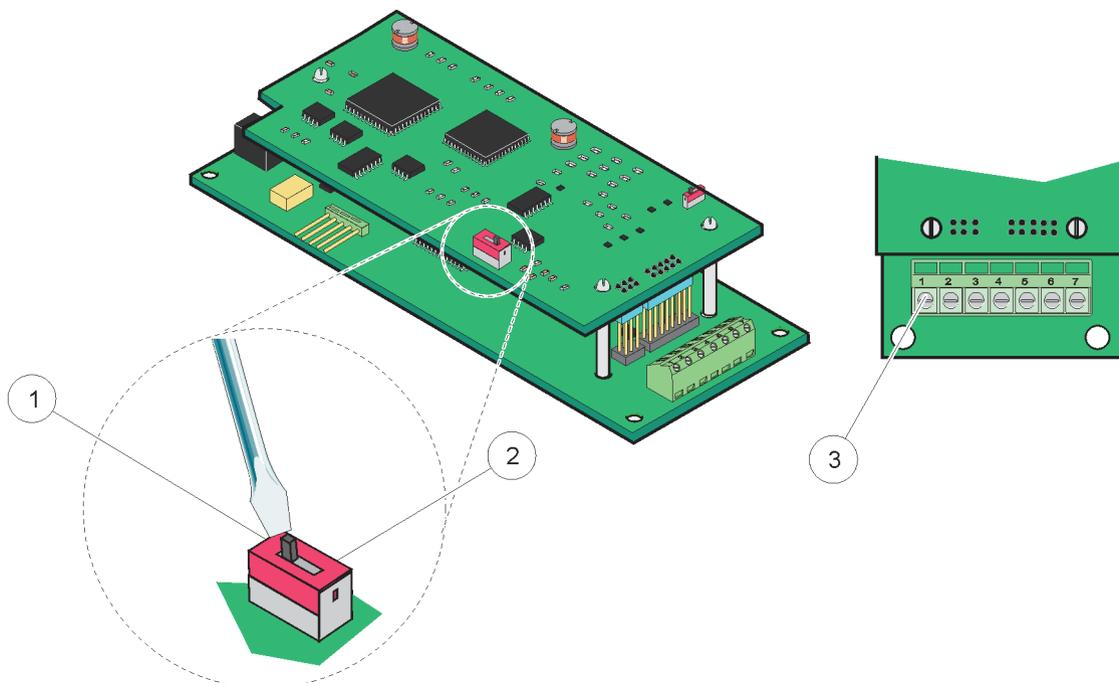
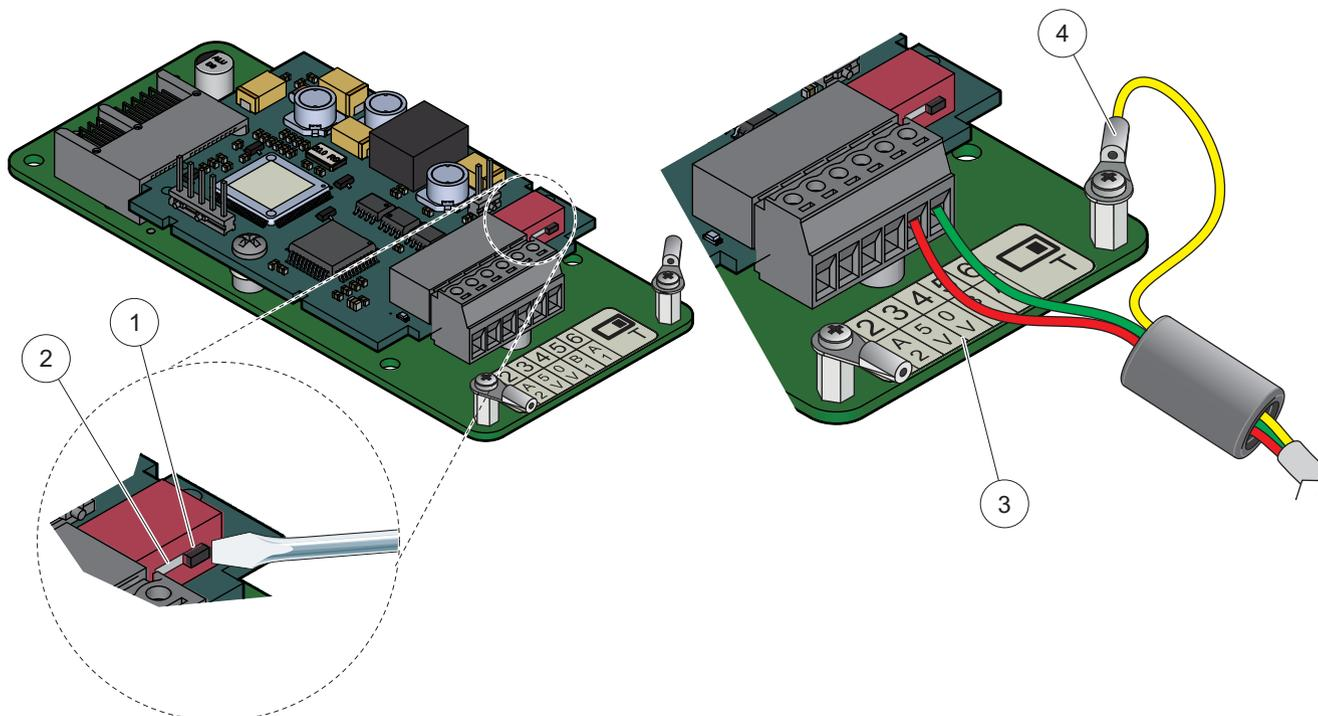

Figura 25 Collegamenti della scheda Profibus DP (YAB020 fino a dicembre 2013)
Figura 26 Collegamenti della scheda Profibus DP (YAB103/YAB105 da dicembre 2013)
4. Inserire il cavo attraverso la base del modulo e preparare ed inserire correttamente ciascun filo nei terminali in accordo a Figura 25/Figura 26 e Tabella 8/Tabella 9. Accertarsi che la protezione sia collegata ad un distanziatore filettato sul quadro.